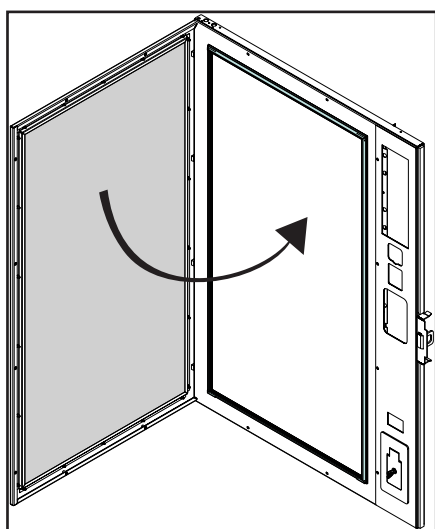

Fig. 29
1. Fermer la protection antichoc (fig. 29).